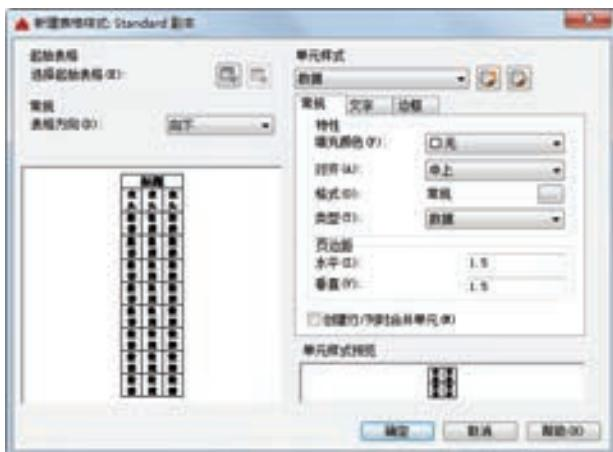

图 5-21 “新建表格样式”对话框
(1) 新建 单击该按钮, 系统打开“创建新的表格样式”对话框, 如图 5-20 所示。输入新的表格样式名后, 单击“继续”按钮, 系统打开“新建表格样式: standard 副本”对话框, 如图 5-21 所示。从中可以定义新的表样式。
“新建表格样式”对话框中有三个选项卡：“常规”“文字”和“边框”。如图 5-21 所示。其分别控制表格中数据、表头和标题的有关参数，如图 5-22 所示。
除了图 5-21 所示的“常规”选项卡外，还有：